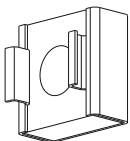
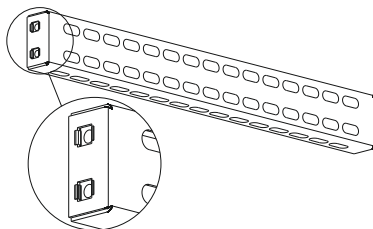

Рисунок 6
Рисунок 7
7.1 Кузовные гайки (рисунок 6) вставьте в четыре квадратных отверстия на боковых поверхностях Лонжерона (рисунок 7).